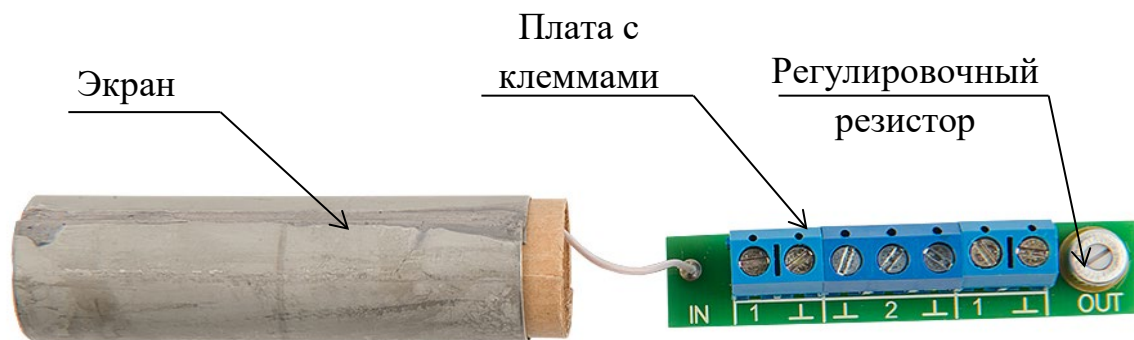

Рисунок 7.25
– отсоединить гермовводы каждого РЧС-Т, вынуть экраны с платой (рисунок 7.25), выдвинуть платы из экрана для обеспечения доступа к регулировочному резистору;
– установить регулировочный резистор (рисунок 7.25) каждого РЧС-Т в положение максимальной чувствительности (вращать по часовой стрелке до упора), при этом сигнальный светодиод БОС может загореться;